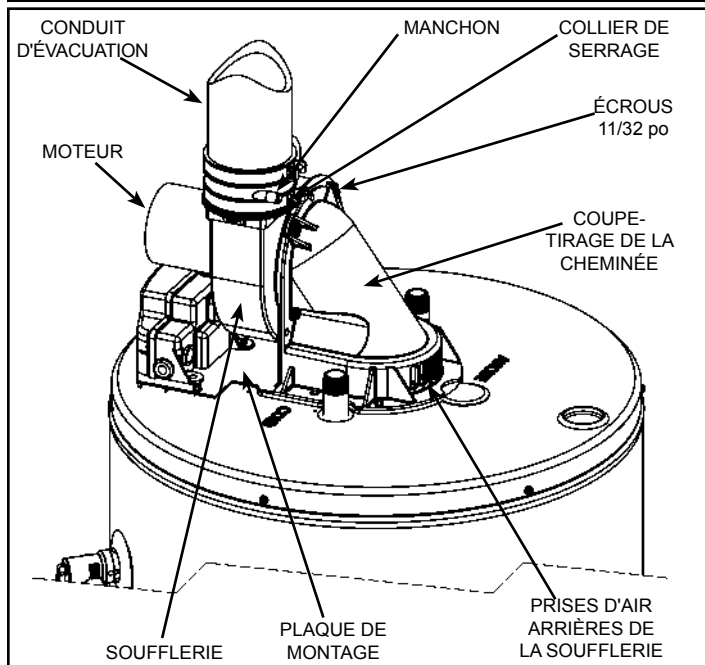

Figure 41
- Inspectez le conduit de fumée interne du chauffe-eau afin de détecter d'éventuelles traces de corrosion (Figure 41). La corrosion est parfois un signe que le chauffe-eau est exposé à une source de contaminants, à de l'humidité,